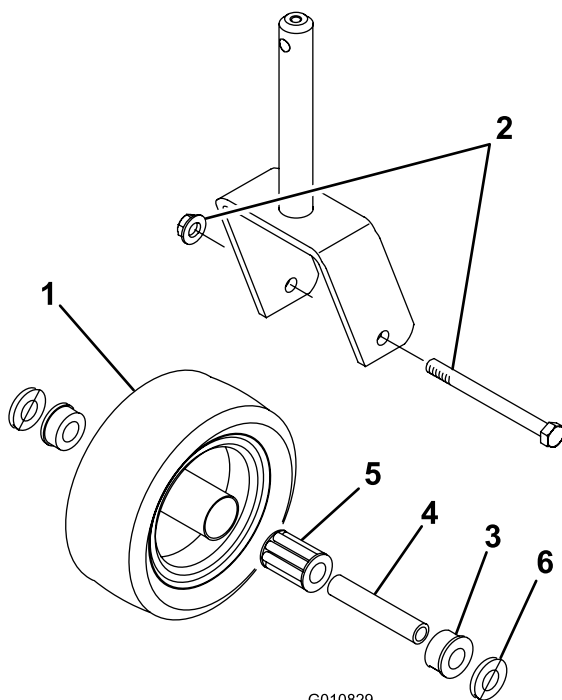

Figura 22
1. Retire a porca de bloqueio do parafuso que fixa o conjunto da roda giratória, no respectivo suporte (Figura 22).
3. Empurre o casquilho da barra de ligação para fora do cubo da roda (Figura 22).
9. Pressione o outro casquilho contra a extremidade aberta do cubo da roda para encaixar o respectivo casquilho dentro do cubo da roda (Figura 22).